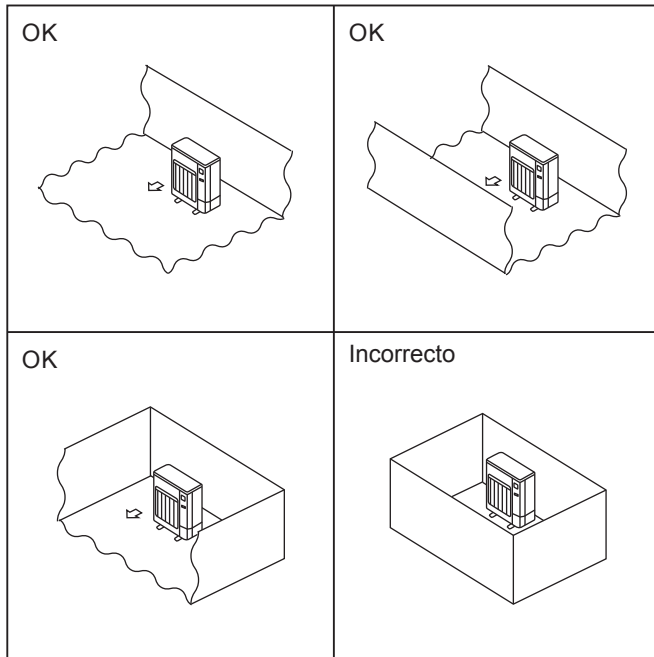

Fig. 2-1
- ⦿ Instale las unidades exteriores en un lugar donde al menos uno de los cuatro lados esté abierto, y en un espacio lo suficientemente grande y no elevado. (Fig. 2-1)